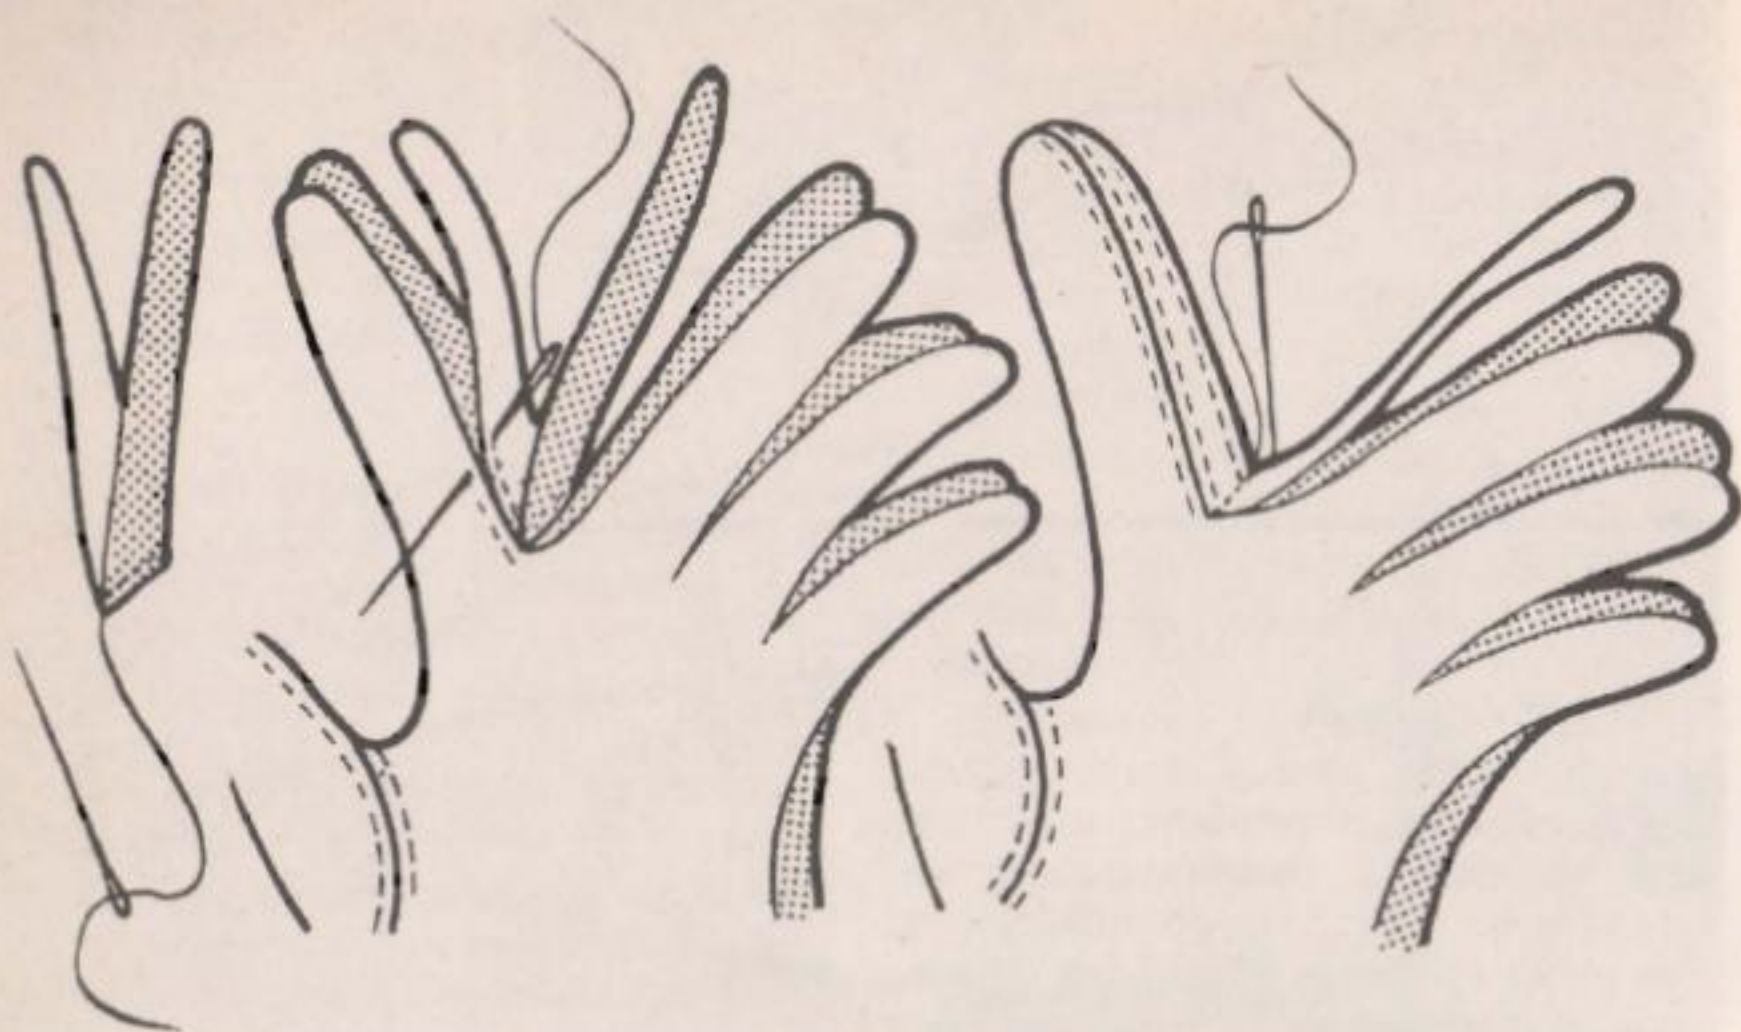

Fig. 146
El cosido de las tiras laterales comienza por el índice del guante izquierdo o por el meñique del derecho, cosiendo primero por el dorso y luego por la palma. Al mismo tiempo se da el largo adecuado a las tiras (148). Es aconsejable observar un guante terminado y fijarse en el cosido, ya que la unión de estas partes debe realizarse con suma prolijidad y cuidado (Fig. 146).